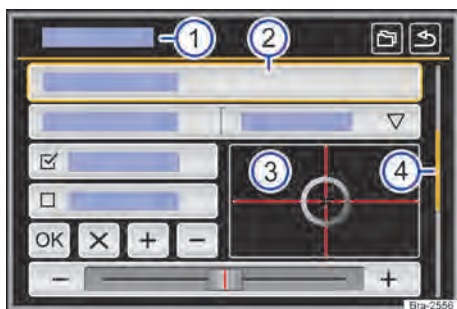

Fig. 129 Representação esquemática: vista geral das possíveis superfícies de função no display.
O aparelho está equipado com um touchscreen (tela de toque) → **Fig. 129** ③.
As superfícies de função iniciam funções ou abrem outros submenus. Em submenus é indicado, na linha do título, o menu atualmente selecionado → **Fig. 129** ①.